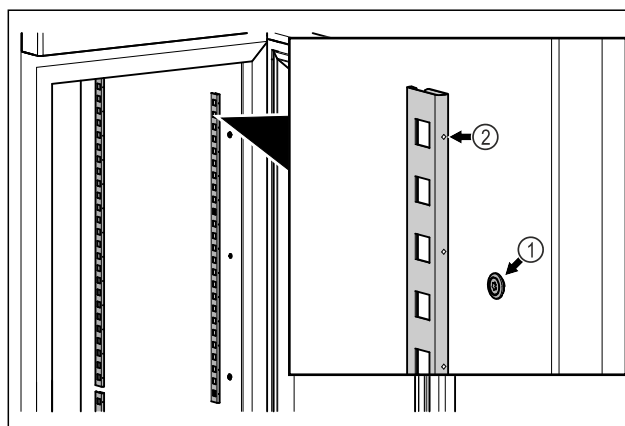

Fig. 15 Représentation à titre d'exemple
- Accrocher les bandes d'encliquetage dans la suspension Fig. 15 (1). Le repère Fig. 15 (2) doit pointer vers l'avant.